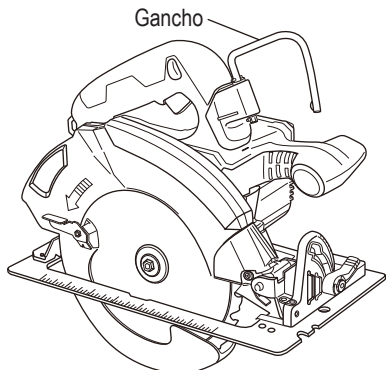

Fig. 18
- (1) Aleje el gancho del cuerpo de la sierra para colgar la sierra de una viga, vigueta u otro soporte elevado. (Fig. 18)